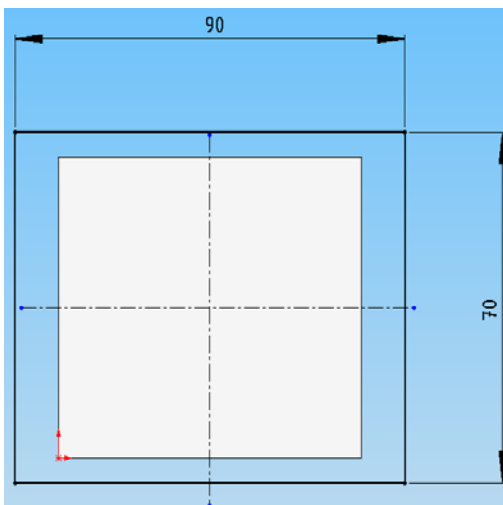

Bild 2.37: Segen der Skizzenbeziehung: Zwei Maße genügen zur vollständigen Definition
- Bemaßen Sie die Horizontale mit **90 mm** und die Vertikale mit **70 mm** (Bild 2.37).